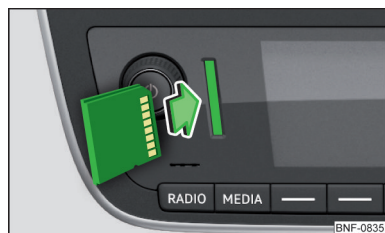

Fig. 104
- ▶ **Skub** sd-kortet **ind** i åbningen i pilens retning med det afskårne hjørne vendt opad, indtil det går i hak » Fig. 104.